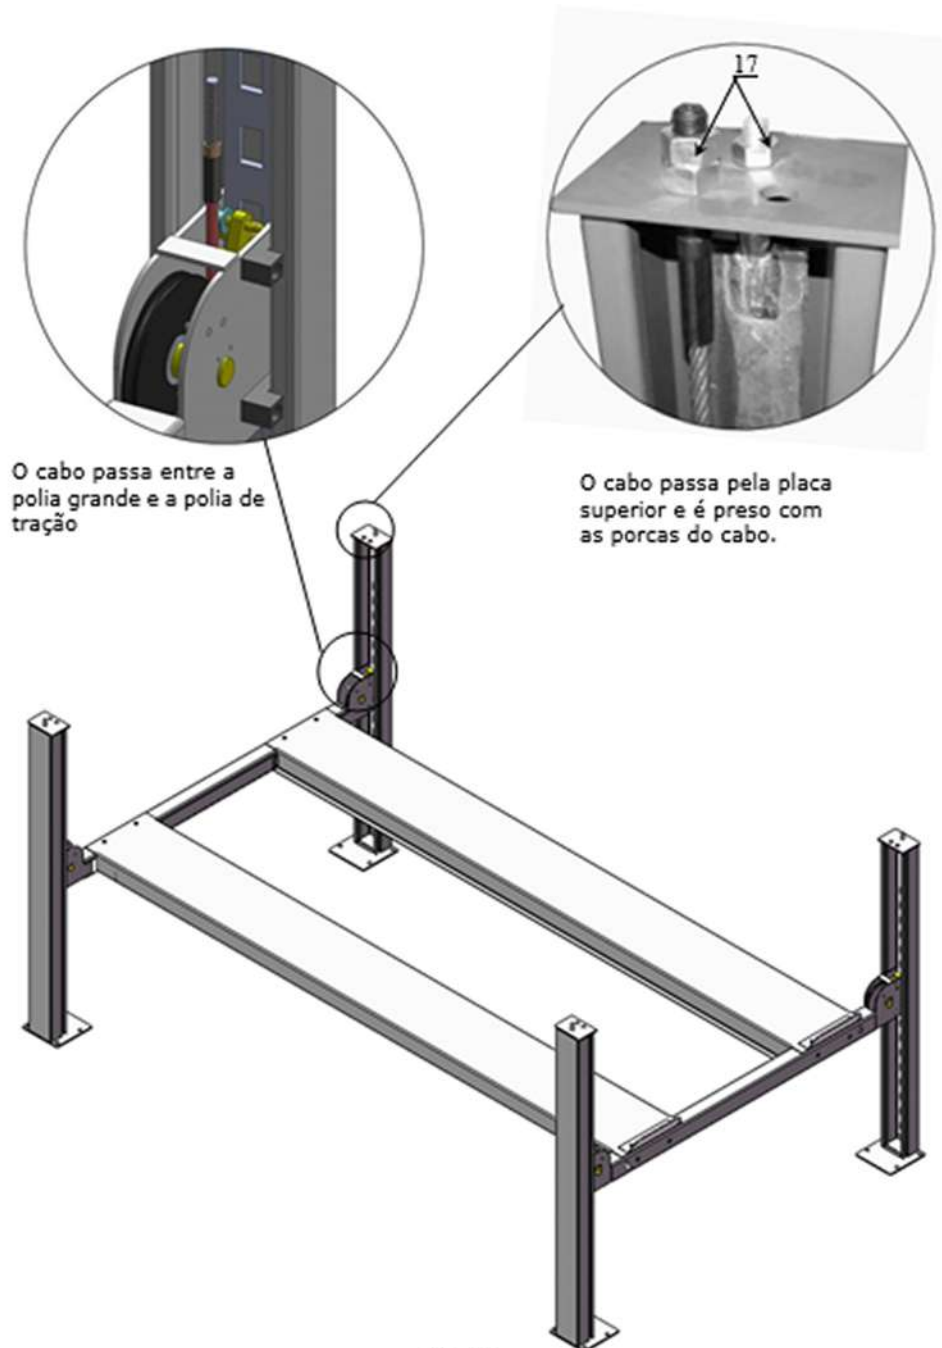

Fig. 21
2. O cabo passa pela barra transversal para a placa superior das colunas e é preso com as porcas do cabo (Ver Fig. 21).